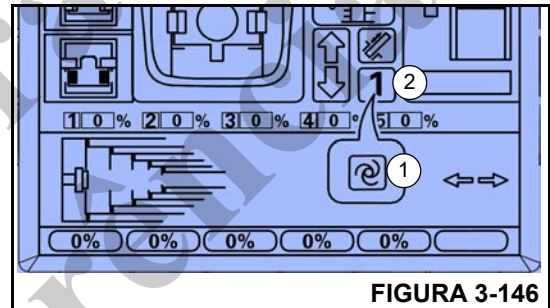

FIGURA 3-146
- Mova a alavanca de controle para a posição zero. O mostrador (Figura 3-146) muda do ícone de teleautomação (1) para o ícone de número de seção (2). A teleautomação é desligada.